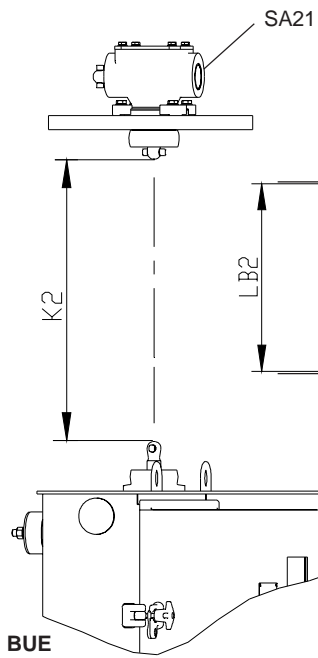

Fig. 37a.
2. Déterminer la dimension K2 entre les rotules de l'arbre (voir fig. 37a).